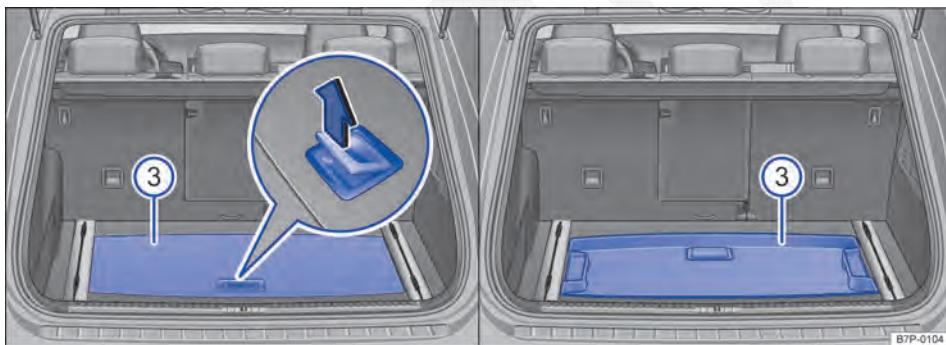

Fig. 140 No compartimento de bagagem sem roda sobressalente completa: dobrar o assoalho reversível
- Rebater a alça ⇒ Fig. 140 (lupa esquerda) no sentido da seta para fora do assoalho reversível ③ e elevar o assoalho reversível.
- Retirar o assoalho reversível ③.
- Puxar e rebater o assoalho reversível ③ pela alça e colocá-la na depressão ⇒ Fig. 140 (à direita).